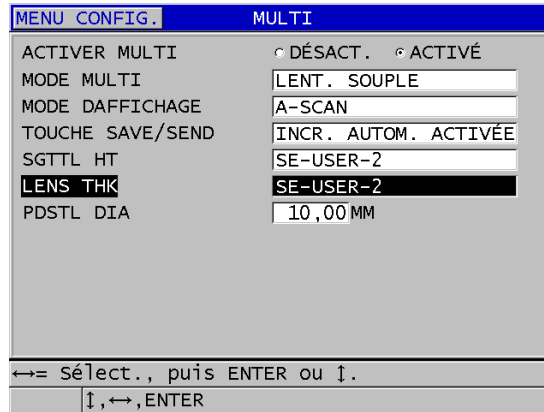

Figure 7-9 Réglages des paramètres de mesures multiples en mode de mesure de lentille souple
5. Dans l'écran **MULTI**, faites ce qui suit (voir la Figure 7-9 à la page 122) :